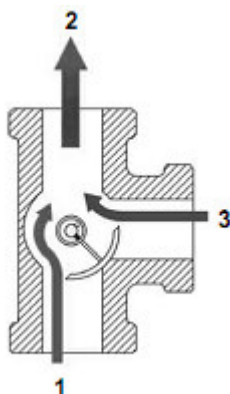

Рис. 7. Триходовий змішувальний клапан
Рис. 7а. Зразок монтажу змішувального клапана в інсталяції з регулюванням кількості (оберігає котел від «холодного» повернення теплоносія)
Триходовий змішувальний клапан встановлений на поворотному проводі інсталяції (рис. 7а) через підвищення температури теплоносія, який повертається, захищає котел від корозії. **Встановлення триходового клапана є однією з умов отримання гарантії на котел – пункт 2.6 Умов гарантії).**
Рис.7б. Зразок монтажу змішувального клапана в інсталяції з регулюванням якості (не оберігає котел від «холодного» повернення теплоносія)
**УВАГА! Якщо не встановлюється триходовий змішувальний клапан (рис. 7а) або чотириходовий змішувальний клапан котел втрачає гарантію.**